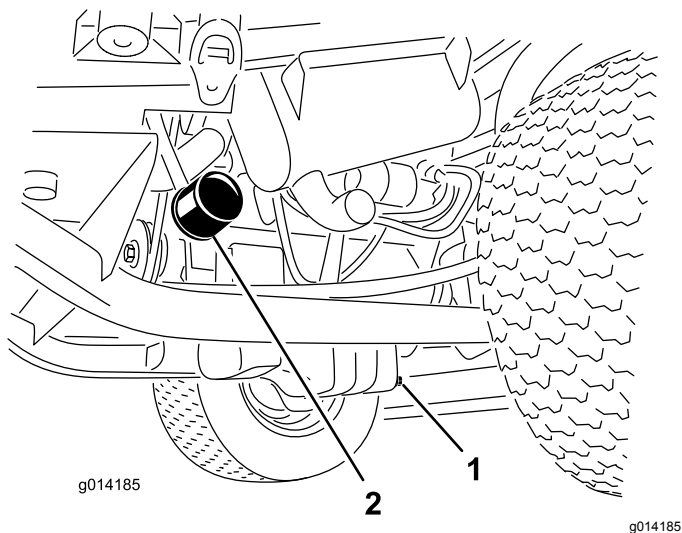

图33
1. 拆下排油塞图33让油流入放油盘。
3. 拆下机油滤清器图33。